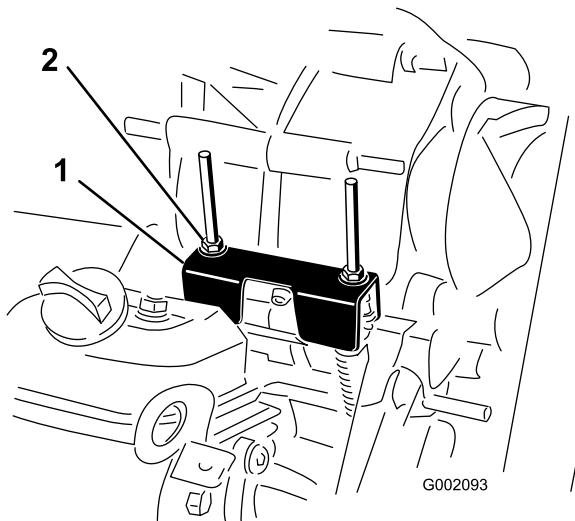

Figura 48
3. Rode uma das porcas de bloqueio (Figura 48) para conseguir 0,76 a 1,52 mm de folga entre a parte inferior da porca/anilha e o suporte neutro.